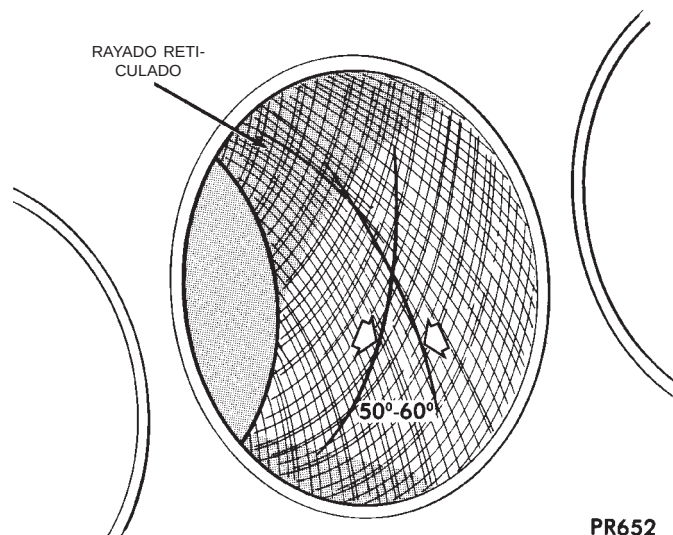

Fig. 3 Reticulado en el diámetro interno del cilindro
(3) El esmerilado se realiza moviendo la herramienta hacia arriba y hacia abajo con velocidad suficiente como para que la superficie quede con un rayado reticulado. Cuando las marcas se **entrecruzan** a 50-60 grados, el ángulo de reticulado es el ideal para que los aros calcen correctamente (Fig. 3).